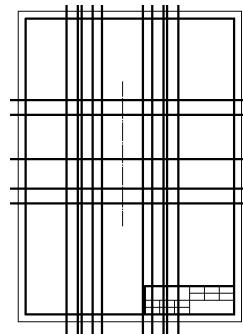

图 11-22 绘制构造线示例
2) 绘制水平和垂直构造线。设置“粗实线”为当前图层，选择“绘图”面板→“构造线”命令，输入 0，指定轴线为竖直方向的定位线，同时向左右分别给出偏移距离“32.5”“40”“55”“60”“75”，绘制出垂直构造线；绘制或指定底线为水平方向的定位线，分别给出偏移距离“20”“60”“120”“140”，绘制水平构造线，结果如图 11-22 所示。